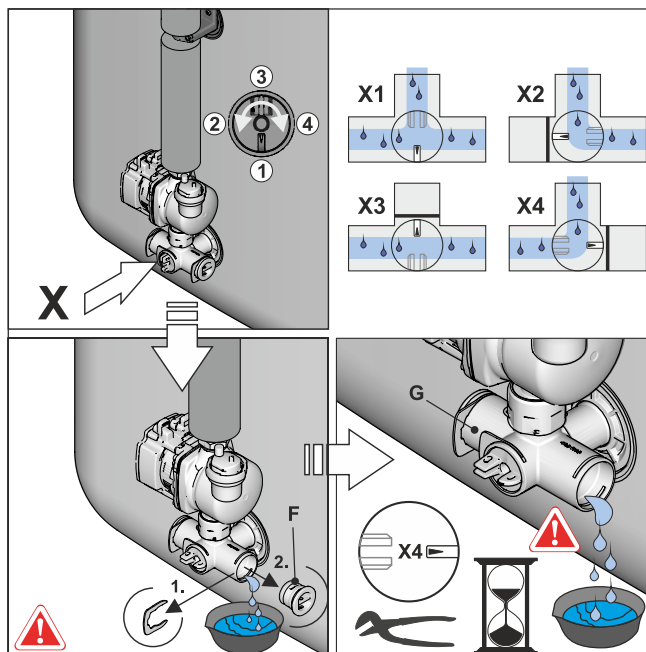

Fig. 8-5 Fermer l'insert de soupape, retirer le bouchon obturateur de la cornière de raccordement
- 5 Régler l'insert de soupape sur la cornière de raccordement de manière à ce que la voie vers le tuyau d'écoulement soit ouverte (voir aussi Fig. 8-5) et relâcher le contenu d'eau de l'accumulateur.